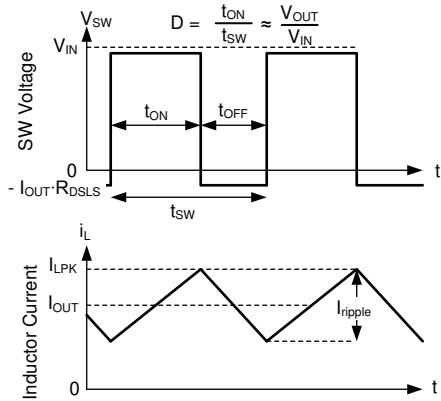

图 7-17. 连续导通模式 (CCM) 下的 SW 电压和电感器电流波形
LMR36503E-Q1 的以下运行说明涉及 节 7.2 和 图 7-17 中的波形。在 CCM 中，LMR36503E-Q1 以变化的占空比 (D) 导通内部高侧 (HS) 和低侧 (LS) 开关，从而提供稳定的输出电压。在 HS 开关导通期间，SW 引脚电压 V_{SW} 摆动至大约 V_{IN} ，电感器电流 I_L 以线性斜率增加。HS 开关由控制逻辑关闭。在 HS 开关关闭时间 t_{OFF} ，LS 开关打开。电感器电流通过 LS 开关放电，这会强制 V_{SW} 通过 LS 开关两端的压降摆动到地电位以下。转换器环路调节占空比以保持恒定的输出电压。D 由 HS 开关在开关周期内的导通时间定义：